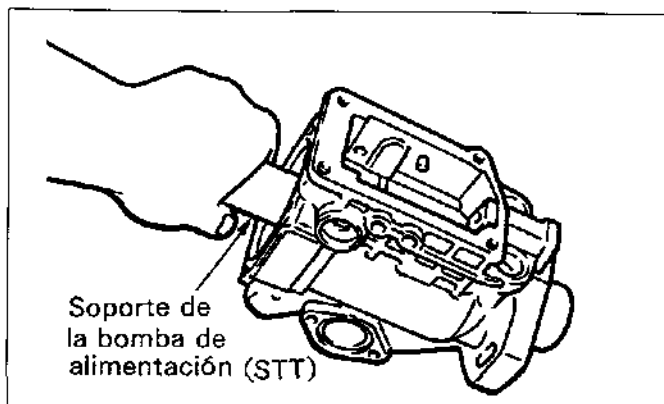

Figura.12-25
(2) Presione el soporte de la bomba de alimentación (STT) contra la bomba de alimentación. (Vea la figura.12-25)